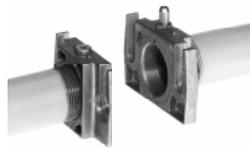

Fig. 25
3. Montare il MultiBloc fra le flange filettate (Fig. 25)